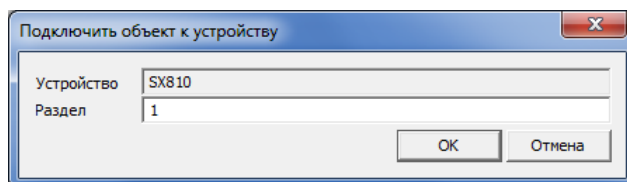

Рис. 15.12. Окно *Подключить объект к устройству*
- 3.2. При связывании объекта мониторинга с карточкой контроллера откроется окно *Подключить объект к устройству* (Рис. 15.12). Подбор номера раздела контроллера, соответствующему этому объекту, выполняется автоматически в зависимости от типа объектового устройства и количества разделов, уже связанных с объектами.